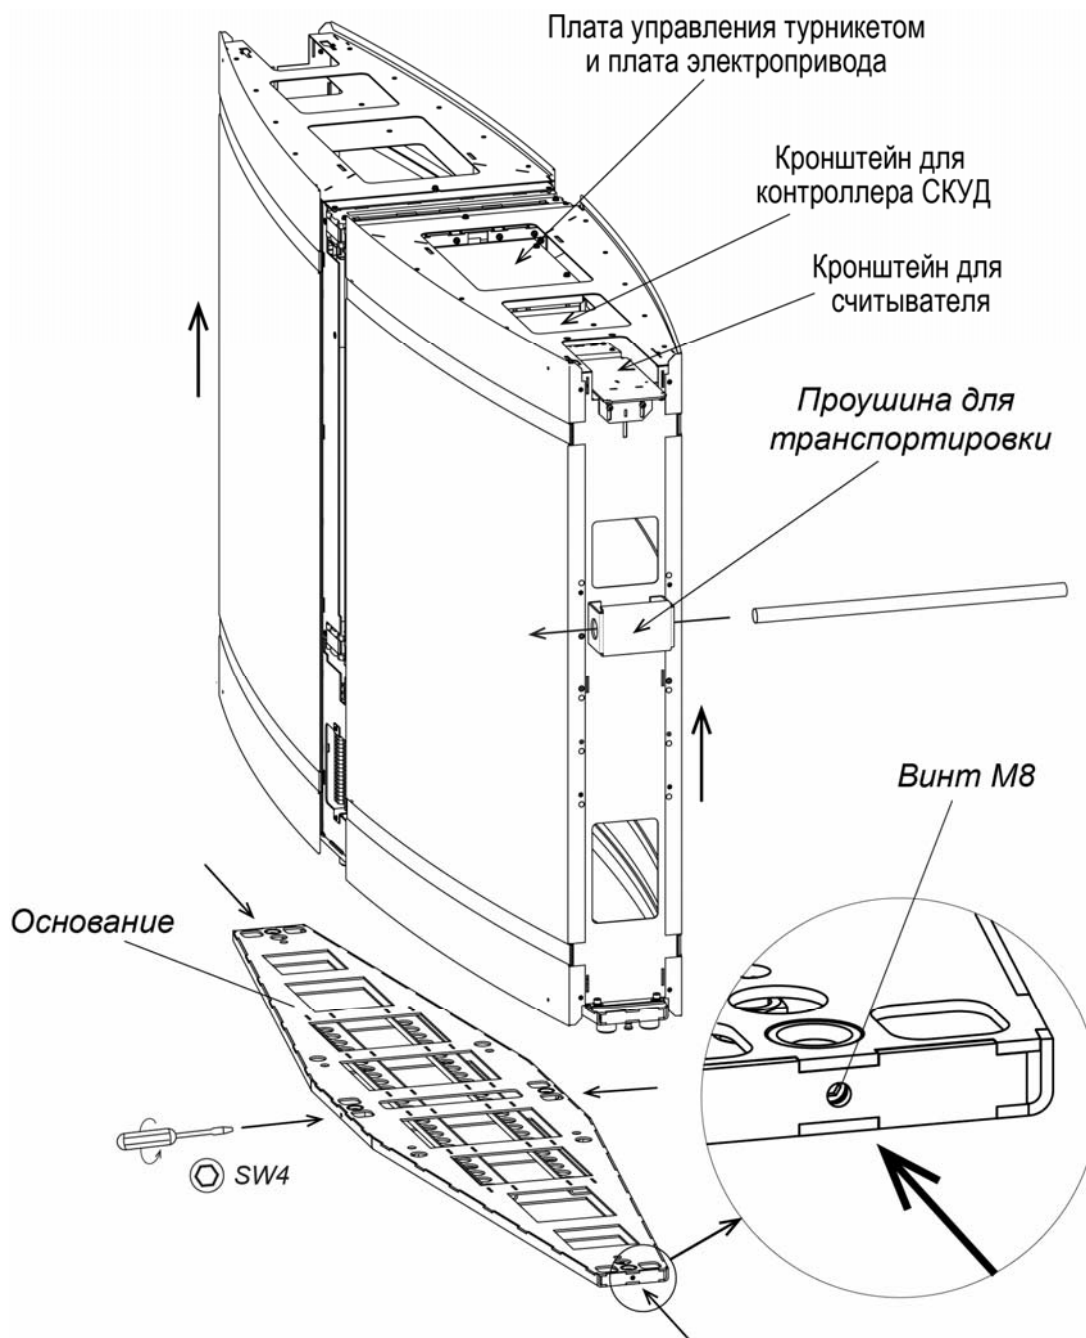

Рисунок 20. Демонтаж секции с основания
10. Установите секцию *Master* на основание, предварительно протянув внутрь ее соединительные кабели. Используя шестигранный ключ SW4, закрепите секцию на основании с помощью четырех установочных винтов М8 (см. рис. 20). При необходимости для более удобной прокладки кабелей внутри корпуса секции имеется возможность отсоединить и выдвинуть по продольной оси одну или две съемные части корпуса (см. разд. 8.7.3, рис. 21).
18. При необходимости произведите монтаж считывателей карт доступа и контроллера СКУД – считыватели устанавливаются на предусмотренные для этого кронштейны, расположенные внутри секций под верхними блоками индикации крышек или непосредственно на блоках индикации снизу (**PERCo-MR07 OEM**); контроллер СКУД устанавливается на самоклеящихся фиксаторах из комплекта поставки в проеме корпуса секции сверху под крышкой турникета (см. рис. 20).
1. Ключом шестигранным SW4 выверните до упора четыре винта M8 (см. рис. 20).
Плата электропривода створки располагается под стеклянной крышкой турникета с правой стороны от створки в проеме корпуса секции, см. рис. 20 (для стороны *Master* совместно с платой управления).